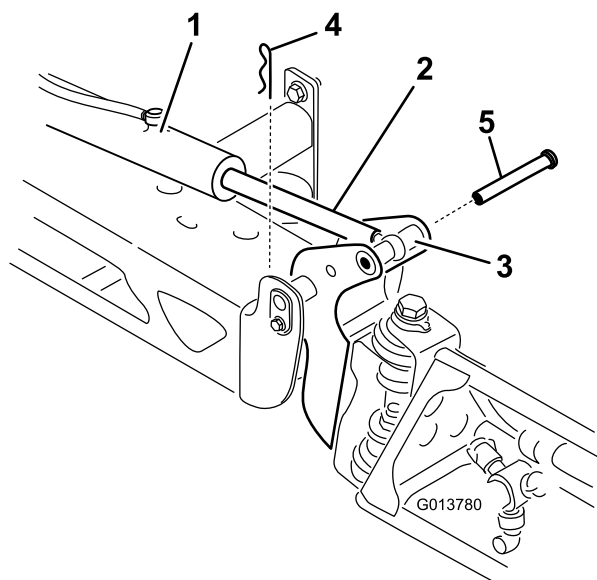

Figura 66
2. Staccate la coppiglia dal perno con testa (Figura 66).
3. Sollevate la sezione, rimuovete il perno con testa e lentamente abbassate a terra la sezione (Figura 66).
7. Supportando la sezione di irrorazione, inserire il perno con testa attraverso il perno della barra e l'asta dell'attuatore (Figura 66).